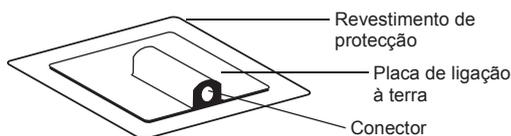

Figura 3. Placa de ligação à terra
4. Cole a placa de ligação à terra (não estéril) à pele (Figura 3).